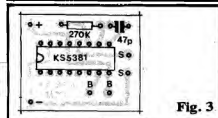
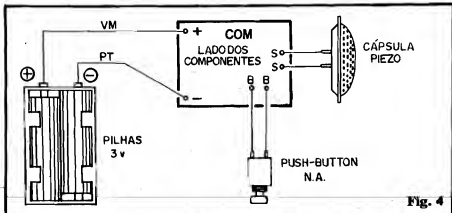
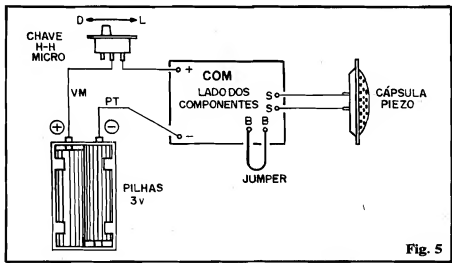

Fig. 3
Fig. 4
Fig. 5
- **FIG. 3 - "CHAPEADO" BÁSICO** - Componentes sobre a placa (lado não cobreado) são apenas 3: o Integrado, o resistor e o capacitor! O único cuidado deve ser dedicado ao posicionamento do KS5381 (extremidade com a marquilha virada para a face que contém as entradas de alimentação "+", "..." e "-"). Quem "conseguir" errar a colocação das peças, será automaticamente classificado como "ANTA DE TÊNIS" (com sua permissão, Jaguar...) e expulso para todo o sempre do seio (êpa!) da família Hobbysta... As ilhas periféricas codificadas destinam-se às conexões de alimentação, push-button (B-B) e saída para a cápsula piezo (S-S), ligações estas detalhadas na próxima figura...
- **FIG. 4 - CONEXÕES EXTERNAS À PLACA** - De novo a plaquinha é vista pelo seu lado não cobreado, agora com as ligações "do que fica fora"... Atenção à polaridade da alimentação, sempre codificada com as cores vermelho para o positivo e preto para o negativo. As conexões do push-button e da cápsula piezo são tão elementares que seria uma afronta aos Leitores ficar aqui dando detalhes... Lembrar apenas que os comprimentos da fiação devem ser compatíveis com a pretendida instalação ou utilização (as medidas dos fios devem - por razões estéticas e práticas - ser
sempre exatamente as necessárias, sem "sobras", mas - obviamente também ser "carências"...). Nodem ainda que as conexões visualmente detalhadas na fig. 4 correspondem ao modo "UM TOQUE - UMA MÚSICA"... A outra possibilidade de modo tem seus detalhes de conexão externa à placa mostrados na próxima figura...
- **FIG. 5 - SEGUNDA OPÇÃO DE MODO** - Sem "nenhuma" modificação com relação ao "chapeado" básico (fig. 3), quem quiser um funcionamento no "segundo modo" (execução sequencial e ininterrupta das 7 melodias...) deve, simplesmente, substituir o push-button (ver fig. 4) por um jumper (pedaço de fio interligando os acessos B-B...) e intercalar, na linha do positivo (fio vermelho) da alimentação, um interruptor comum (pode ser uma chavinha H-H mini). Nessa disposição, acionando o interruptor o circuito "cantará" todas as músi-